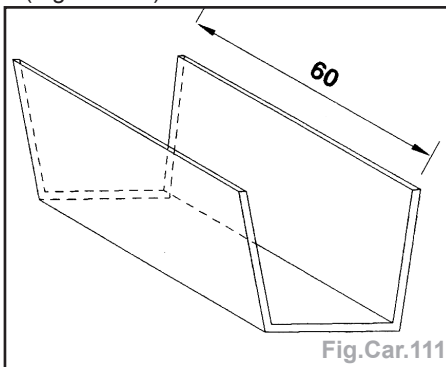

Fig.Car.111
- Tracer et découper le fourreau dans le renfort intérieur du longeron déposé (Fig.Car.111).